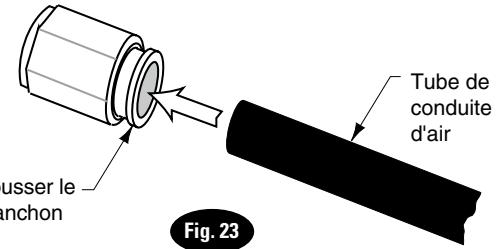

Fig. 23
**Remarque :** Pour assembler le tube d'air dans le raccord, pousser le tube manuellement et fermement dans le raccord jusqu'au fond, Fig. 23. Au cas où il serait nécessaire d'enlever le tube de conduite d'air du raccord, tenir et pousser le manchon (contre le raccord) et tirer en même temps le tube.